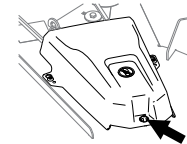

Figure 6
4. Soulevez le côté du couvercle muni de la bague et retirez le couvercle (Figure 6).